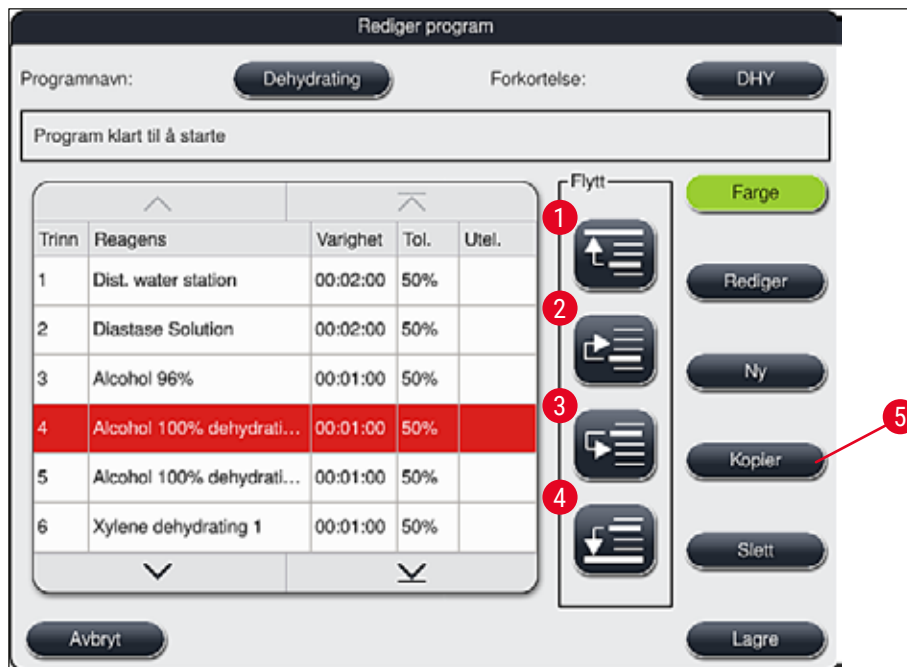

Fig. 49
- Dette åpner vinduet **Rediger program** (→ "Fig. 49").
- Trykk på **Lagre** (→ "Fig. 49")-knappen for å lagre endringene. Trykk på **Avbryt**-knappen for å forkaste endringene.